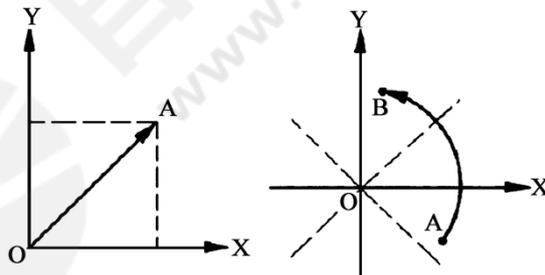

图 1
- 用电火花线切割加工如图 1 所示轮廓, 直线段 OA, 终点为 A (Xa,Ya), 且 Ya>Xa; 圆弧 AB, 加工起点 A (Xa,Ya), 终点 B(Xb,Yb), 半径为 R。用 3B 格式编程时, 试分别确定计数方向 G 和计数长度 J。